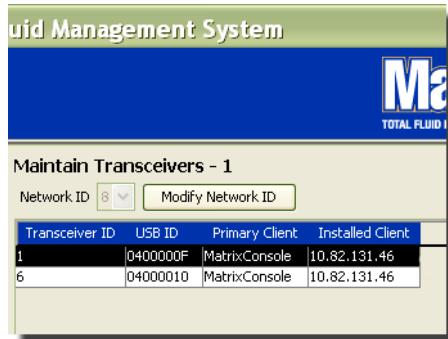

Рис. 92
- Обновленный профиль основного клиента появится в поле «Primary Client» [Основной клиент] (Рис. 92).
- Сведения о жидкости отображаются на экране «Fluids» [Жидкости] (Рис. 92).